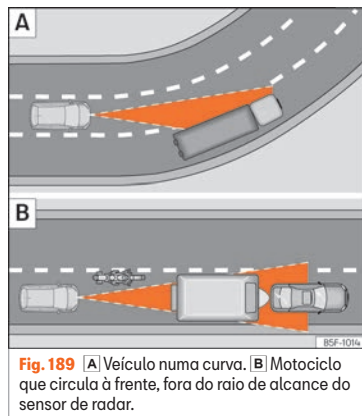

Fig. 189 [A] Veículo numa curva. [B] Motociclo que circula à frente, fora do raio de alcance do sensor de radar.
O ACC poderia não detetar em curva o veículo precedente ou poderia regular a distância com veículos que se encontram noutras faixas » **Fig. 189 [A].**
- Veículos que circulem desalinhados ou fora da zona de deteção do sensor, por exemplo, motocicletas » **Fig. 189 [B].**